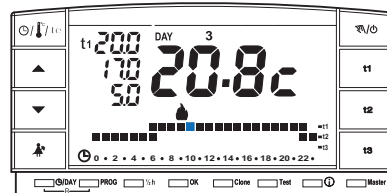

fig. 6
- L'écran affiche : le numéro du jour en cours, la température ambiante et l'échelle thermique sur 24 heures comme programmé avec le digit clignotant correspondant à l'heure en cours (exemple sur la fig. 6).